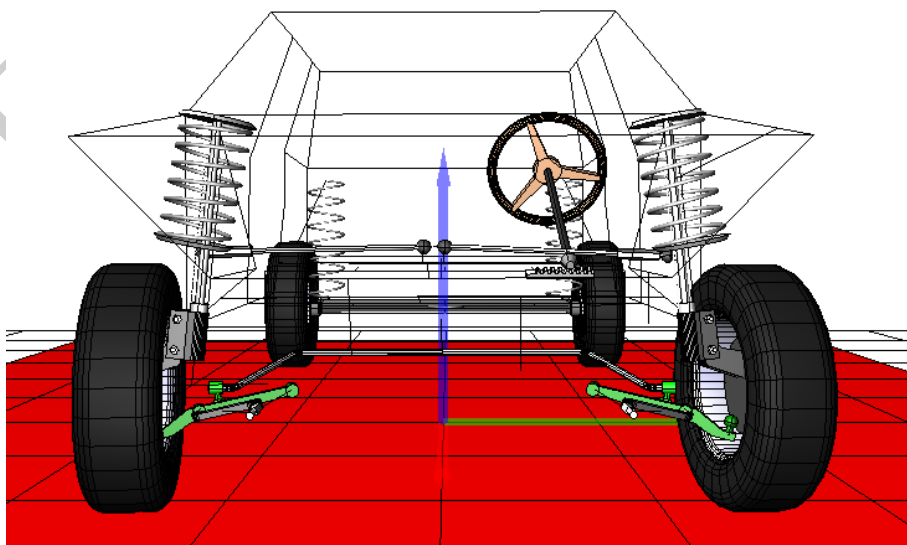

图 1.10
5. 点击 **Integration**，开始仿真，仿真过程和结果如图 1.10 和图 1.11 所示。